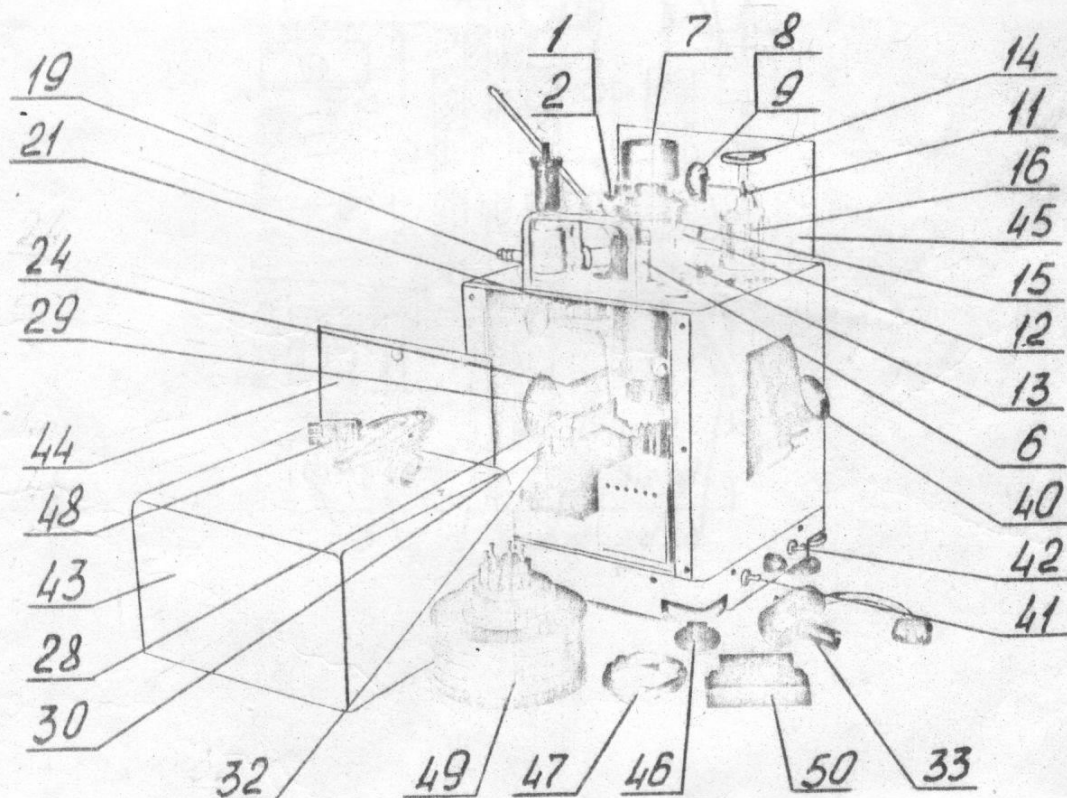
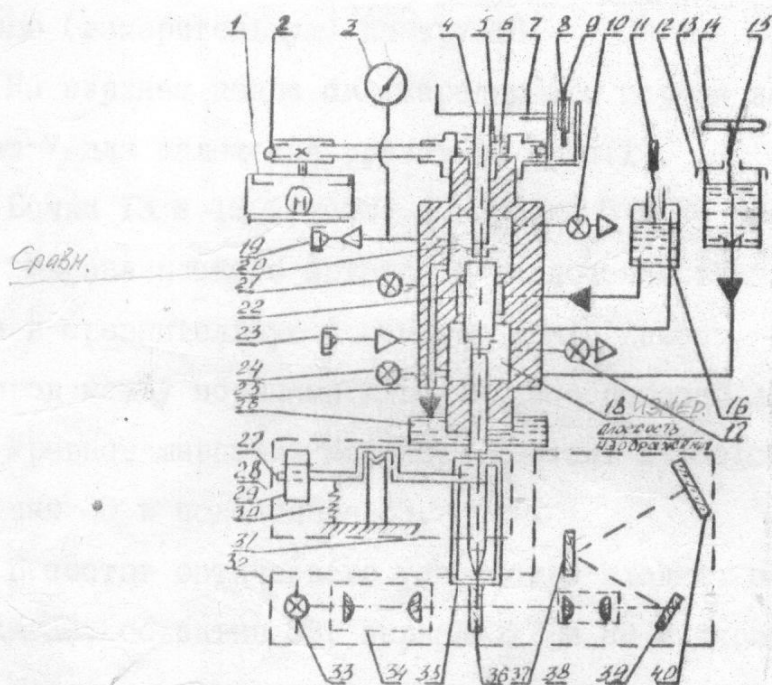

Рис. 1. Общий вид манометра:
Рис. 2. Схема пневмогидравлическая:
4.1. Общий вид манометра представлен на рис. 1, а принципиальная схема на рис. 2.
Основными узлами манометра являются грузопоршневая колонка 6 (рис. 1 и 2), уравнивающий механизм 28, оптическое устройство 32 и электропривод I.
Верхний (силопередающий) поршень 4 (рис. 2) служит для передачи массы грузов, нижний (компенсирующий) 31 - для уменьшения влияния изменения атмосферного давления на результаты измерений и соединения с уравнивающим механизмом 28.
На верхнем конце силопередающего поршня закреплена грузоприемная чашка 7 для наложения грузов 49 (рис.1).
Бачки 13 и 16 (рис.2) и воронки 5 и 26 предназначены для создания гидравлического затвора и исключения возможности попадания воздуха в сравнительную и измерительную камеры, а также для заполнения зазоров между поршнями и цилиндрами рабочей жидкостью.
6.3. Снимите кожух 43 (рис.1) и двери 44 и 45 и закройте все-
тили 10, 11, 15, 17, 21 и 24 рукояткой 14 (рис.2).
вентили 10; 17 и после снятия разрежения в камерах откройте вентили 21; 24 (рис. 2) и слейте избыток масла из камер, после чего закройте вентили 21 и 24.
6.14. Проверьте и, при необходимости, произведите регулировку оптического устройства, для чего с помощью груза 29 (рис.2) и пружины 30 установите вращающуюся поршневую систему в среднее по высоте положение, и регулируя положение лампы патрона 33 и зеркал 37 и 39, совместите нулевой штрих шкалы 36 с риской на матовом экране 40, после чего несколько раз отклоните поршневую систему вверх и вниз на 10-20 делений шкалы. Недопустимо отклонение поршневой системы до ограничителей. При этом невозврат в нулевое положение не должен превышать величины порога чувствительности (50 мг), что соответствует $1/4 - 1/3$ деления в зависимости от цены деления шкалы. При проведении регулировки вентили 10 и 17 должны быть открыты.